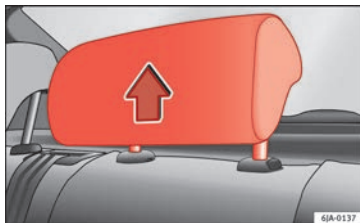

Fig. 75 Apoyacabezas en posición de uso.
- Tres posiciones **de uso** » fig. 75. En estas posiciones el apoyacabezas se comporta como un apoyacabezas convencional, protegiendo, junto con el cinturón de seguridad, a los ocupantes de las plazas posteriores.